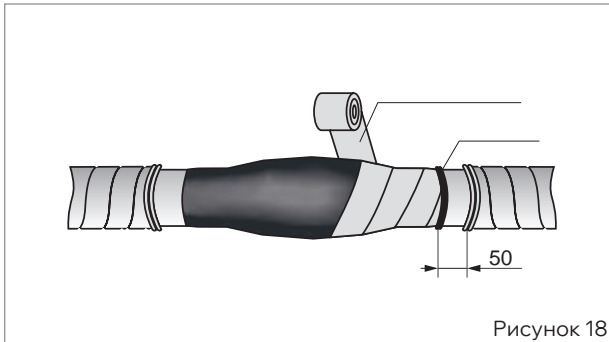

Рисунок 18
- Закрепить алюминиевую ленту экрана на оболочке кабеля бандажом из 2–3 витков стальной оцинкованной проволоки. Алюминиевую ленту экрана, выступающую за бандаж, удалить. Расстояние, оставшееся от среза брони кабеля до торца ленты экрана, должно составлять по 50 мм (рис. 18).